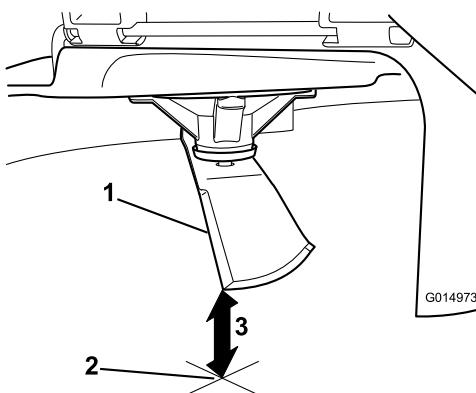

Figure 93
- Mesurez la distance entre la pointe de la lame et la surface plane (Figure 93).